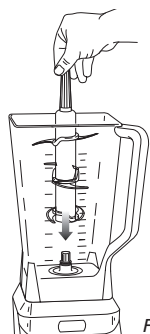

Fig. 4
- 5 En tenant l'arbre du jeu de six lames, insérez celui-ci dans le pignon d'entraînement du pichet. Assurez-vous que le jeu de lames est bien logé en position verticale. (Fig. 4)